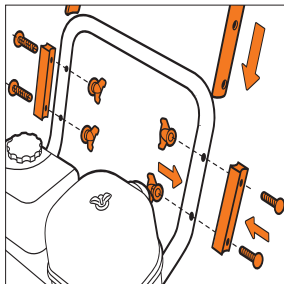
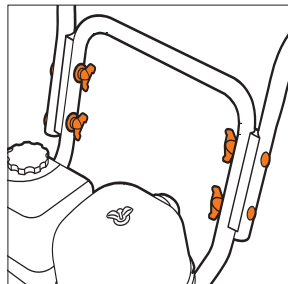
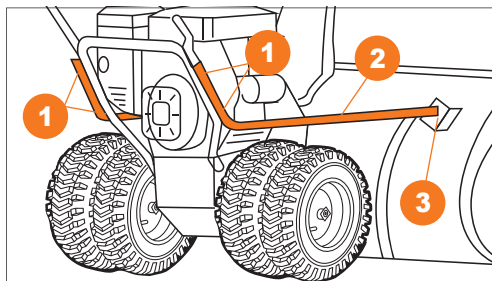

Рис. 13
Рис. 14
Рис. 15
**DAST 8565 / 8570 / 9070 / 1080 / 1370 / 1590** Выкрутите болты и гайки из верхней части нижней рукоятки с каждой стороны (Рис. 3) (Рис. 13). Совместите верхнюю часть рукоятки панели оператора с нижней частью, установите проставку и закрепите болтами и гайками с каждой стороны (Рис. 14).
**DAST 17110** Выкрутите болты и гайки из верхней части нижней рукоятки с каждой стороны (Рис. 13) Совместите верхнюю часть рукоятки панели оператора с нижней частью, установите проставку и штангу, и закрепите болтами и гайками 1 с каждой стороны, закрепите штангу 2 на ковше 4, закрепите крепежом 3 (Рис. 15).